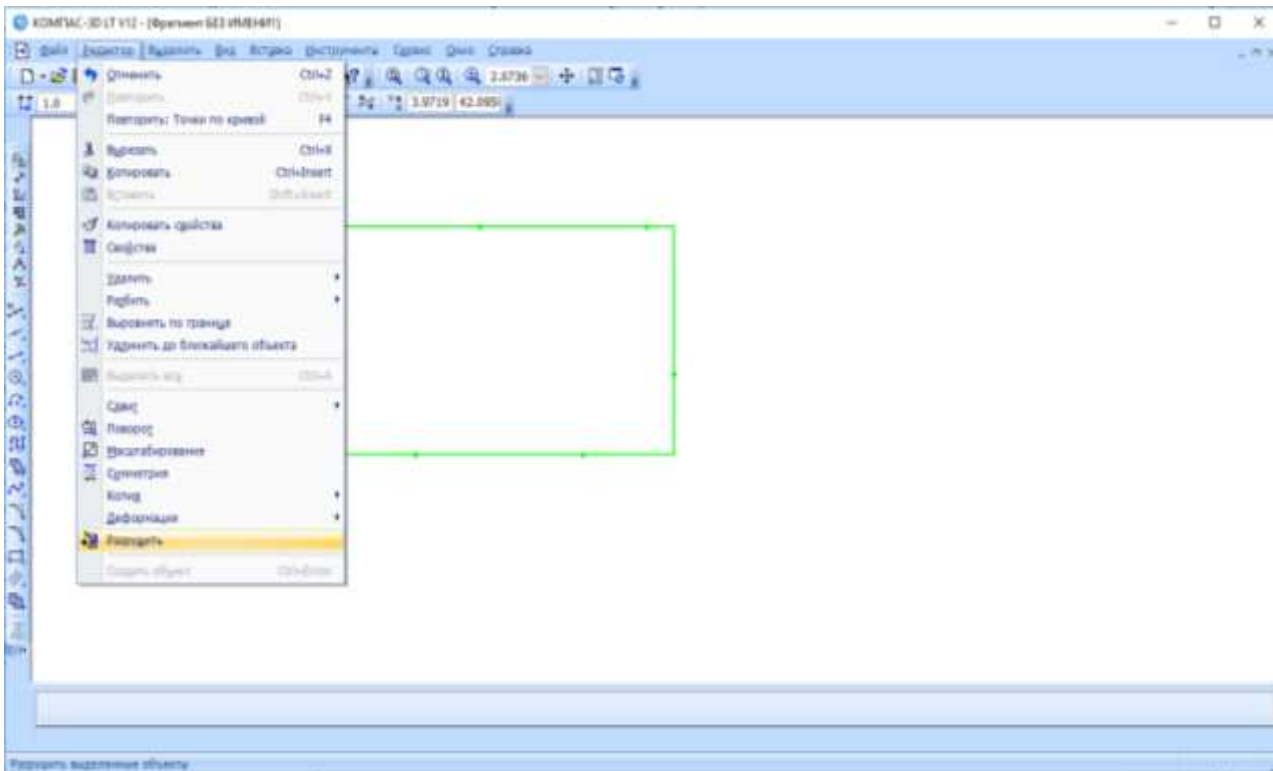

Рис. 4.27
- В строке меню вызовите команду **Редактор ► Разрушить** (рис. 4.27).